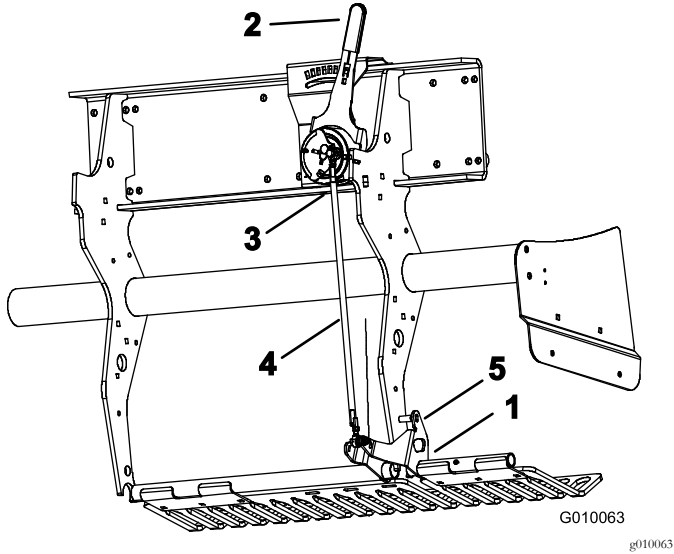

图58
1. 向上旋转右侧护草板安装支架图58直到支架与焊接在机架上的深度设置管之间可以插入一个锁定销5/16 钻杆或螺栓。
2. 将打孔深度杆图58移至H设置最深。
3. 从线束上断开外侧滚珠开关图58打孔头-低开关。
4. 松开深度调节拉杆上的锁紧螺母左旋和右旋图58。